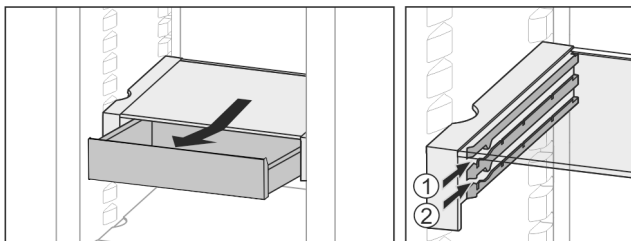

Fig. 26
- ▶ Insértelo a la altura deseada Fig. 26 (1) o Fig. 26 (2).